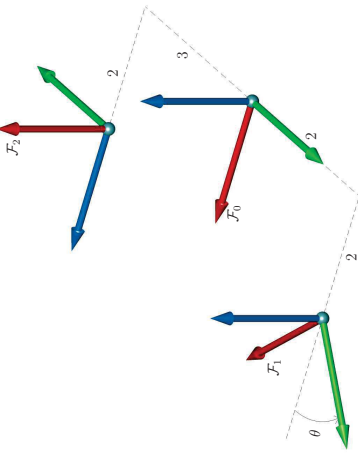

FIGURE 6.5 – Exercice 6.1(d).
- Dans le cas des trois référentiels montrés à la figure 6.5, trouver les matrices suivantes :